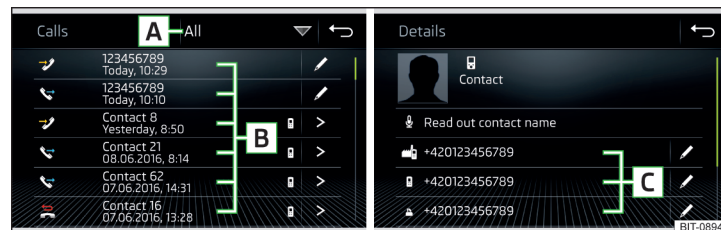

Fig. 201 Lista de llamadas / detalle del contacto
- En el menú principal *Teléfono* pulse la superficie funcional , se muestra una lista de llamadas » fig. 201.
- > Visualización del detalle del contacto » fig. 201